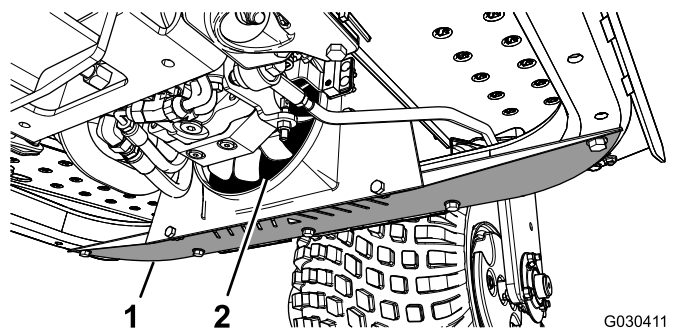

図 44
1. 下のシールドを外す 図 44。
2. 圧縮空気を使って、ファンの周囲についているごみやほこりを、裏側から吹いて除去する 図 44。